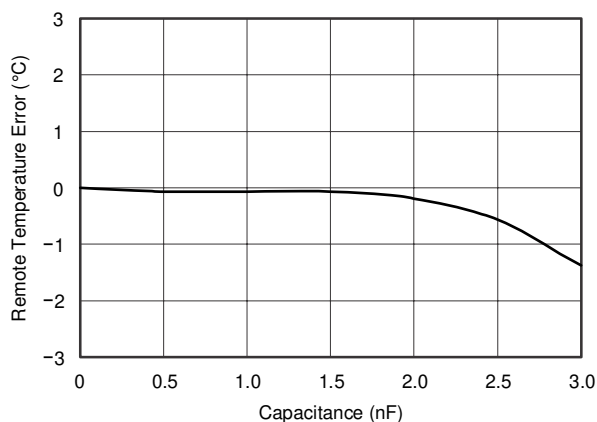
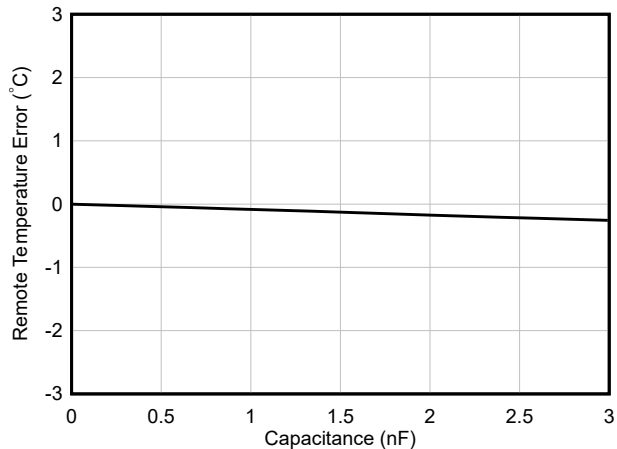
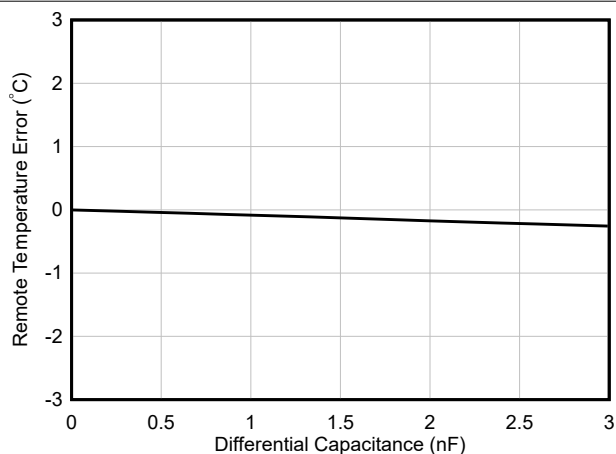

图 6-12. 远程温度误差与差分电容间的关系 (旧芯片)
图 6-13. 远程温度误差与差分电容间的关系 (新芯片)
图 6-28. 远程温度误差与差分电容之间的关系
- 在大多数应用中， C_{DIFF} (可选) 必须小于 1000pF。 C_{DIFF} 的选择取决于具体应用；请参阅滤波、图 6-12 (对于新芯片，请参阅图 6-13) 和图 6-28。
TMP411-Q1 和 TMP411D-Q1 器件可承受高达 1000 pF 的差分输入电容，同时将温度误差变化降至最低。图 6-12 (新芯片请参阅图 6-13) 和图 6-28 展示了电容对测得远程温度误差的影响。